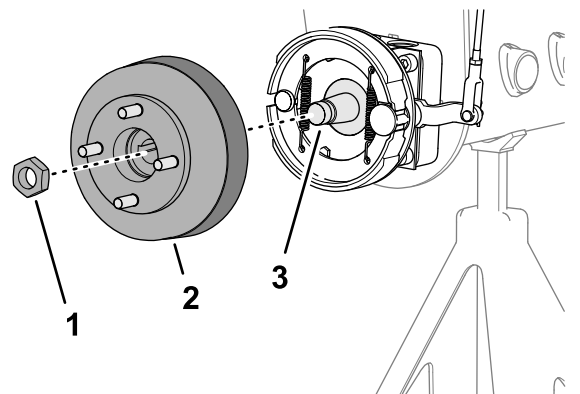
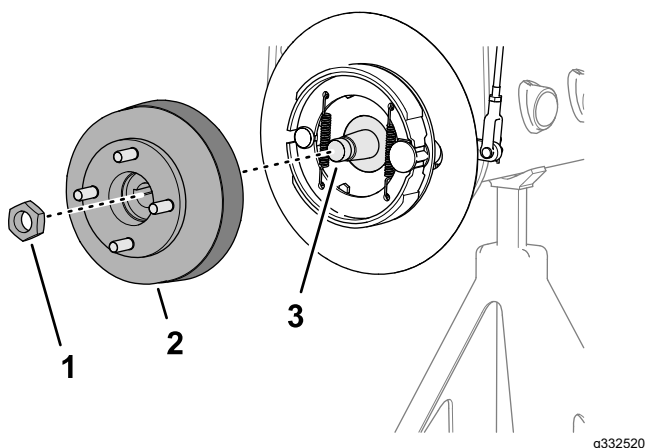

Bild 74
Bild 75
3. Montieren Sie die Radnabe und Bremstrommel auf die Radmotorwelle (Bild 74 oder Bild 75).
4. Befestigen Sie die Radnabe mit der Sicherungsmutter (**Bild 74** oder **Bild 75**) auf der Welle und ziehen Sie diese nur handfest an.